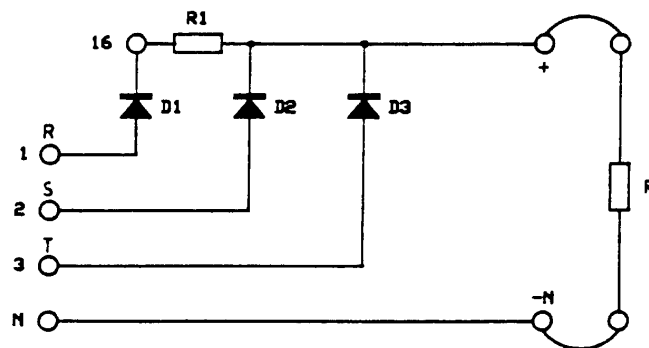

Figura 1: Conexión del rectificador trifásico de media onda con carga resistiva.
- Conecte las tres fases **(R)**, **(S)**, **(T)** en los puntos **(1)**, **(2)** y **(3)** respectivamente y el neutro al punto **(N)**, como se indica en la Figura 1.
- Conecte la carga **R** como se muestra en la Figura 1.